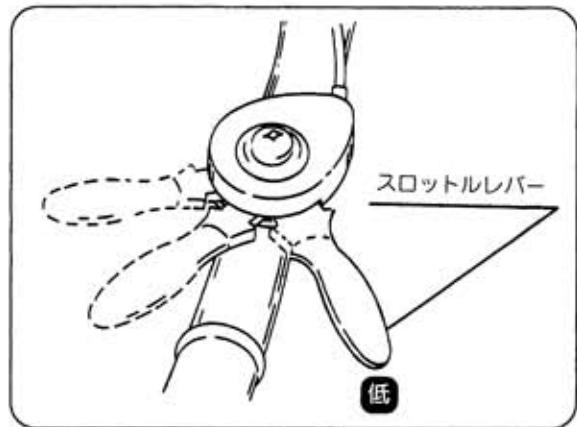

図22
- ❶ スロットルレバーを【低速】にもどし、停止スイッチを【OFF】位置にしてください。(図22・23)